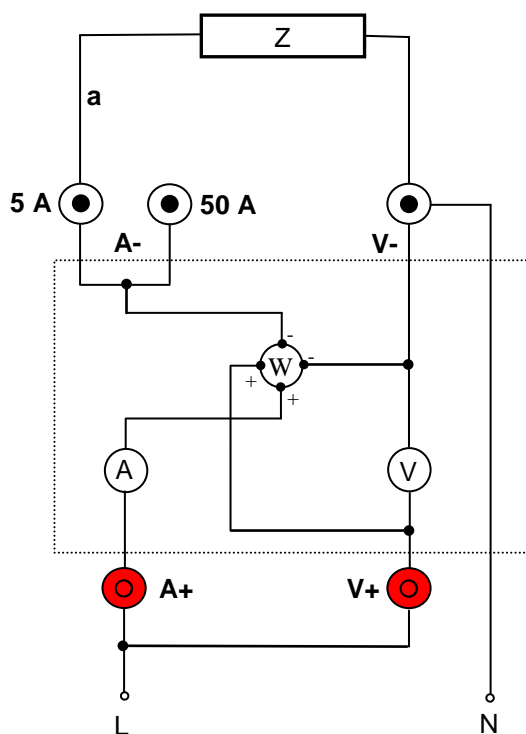
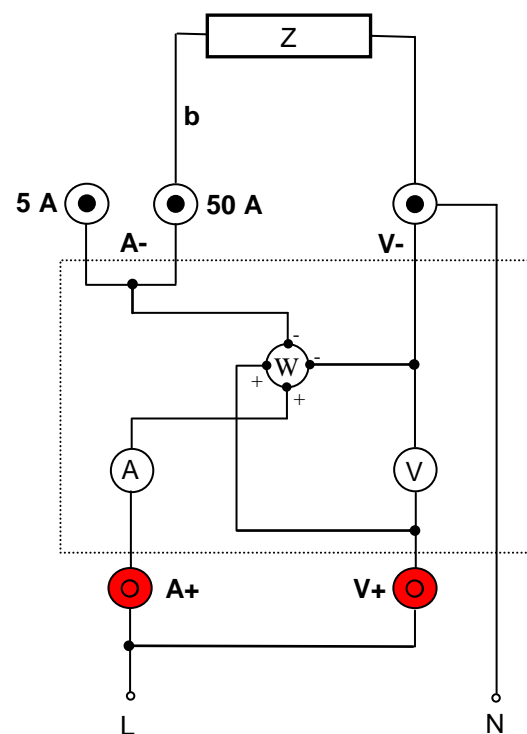

Figura 1
Figura 2
Per il collegamento del multimetro digitale di potenza ad un carico fare riferimento allo schema di collegamento descritto in figura 1 e figura 2:
- **caso a** (figura 1): carico massimo ammesso 5 A_{eff} (pulsante A÷10 attivato)
- **caso b** (figura 2): carico massimo ammesso 50 A_{eff} (pulsante A÷10 disattivato)